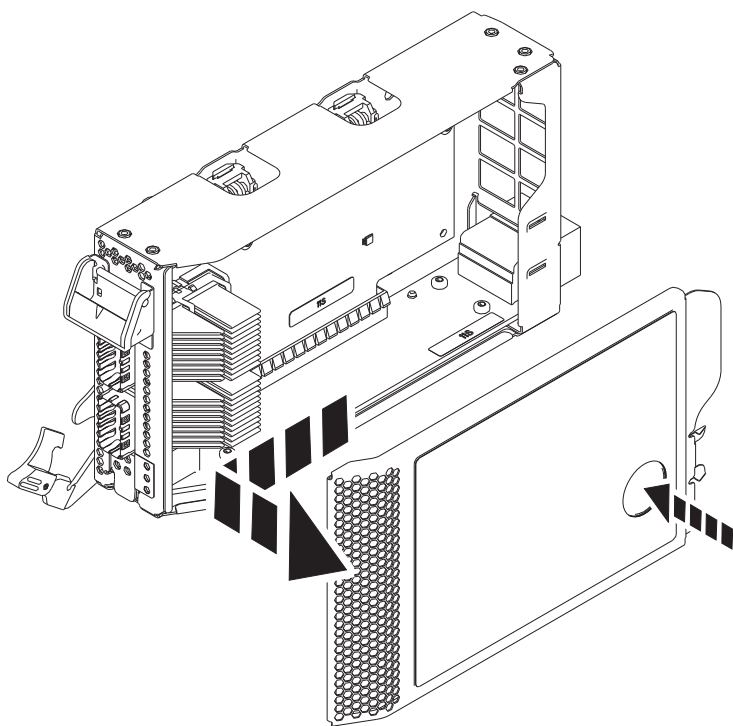

Figura 15. Extracció de la coberta del casset de l'adaptador PCIe
- a. Premeu el botó de color terracota de la coberta del casset tal com es mostra a la Figura 15 a la pàgina 16 per desenganxar la coberta del casset.